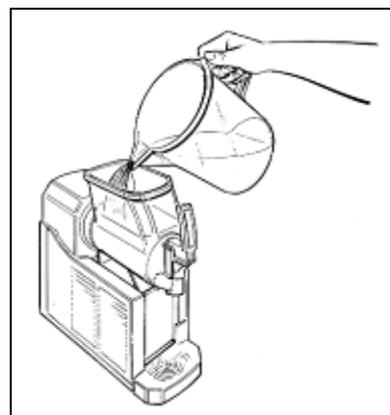

Fig. 2
- **R**iempiere la vasca con acqua tiepida (fig.2) e far funzionare il mescolatore (tutti i LED spenti) per alcuni minuti riposizionando il coperchio.